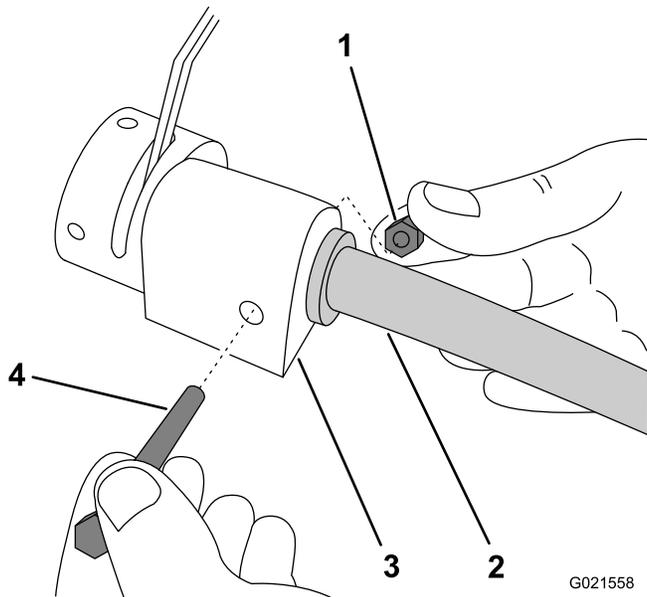

Figura 5
1. Alinee el núcleo del brazo con el adaptador de caja de control del acelerador (Figura 5), e introdúzcalo a fondo.
2. Introduzca el perno a través de la caja de control del acelerador y sujételo con la contratuerca (Figura 5).